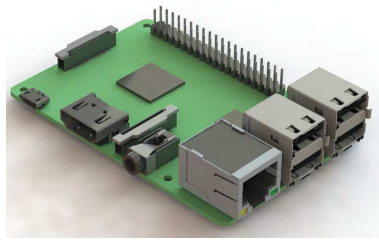

Abbildung 8: Die Abbildung zeigt den Mini-Computer Raspberry Pi.
- Das Aufrüstungskit beinhaltet einen Mini-Computer (siehe Abb. 8 mit SD-Karte, RPI-Verbinder und Patchkabel).